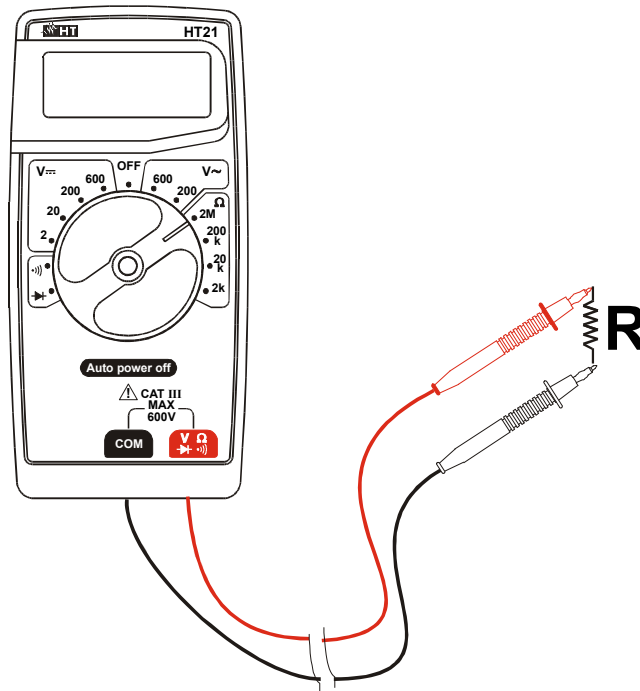

Fig. 4: Widerstandsmessung
2. Verbinden Sie die Messleitungen wie folgt: die rote Messleitung in $V\Omega$ und die schwarze Messleitung mit dem COM Eingang (s. Abb. 4).